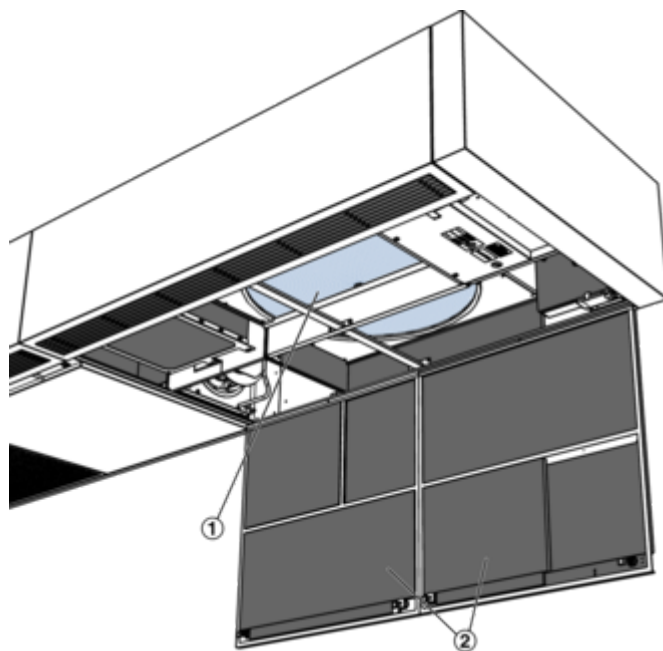

Abb. 90: Rotationswärmeübertrager reinigen
- ▶ Die Revisionsdeckel (*Abb. 90/2*) des Lüftungsgerätes öffnen → *Kapitel 9.2 „Revisionsdeckel öffnen/schließen“ auf Seite 57.*
10. ▶ Die Revisionsdeckel (Abb. 90/2) schließen → Kapitel 9.2 „Revisionsdeckel öffnen/schließen“ auf Seite 57.